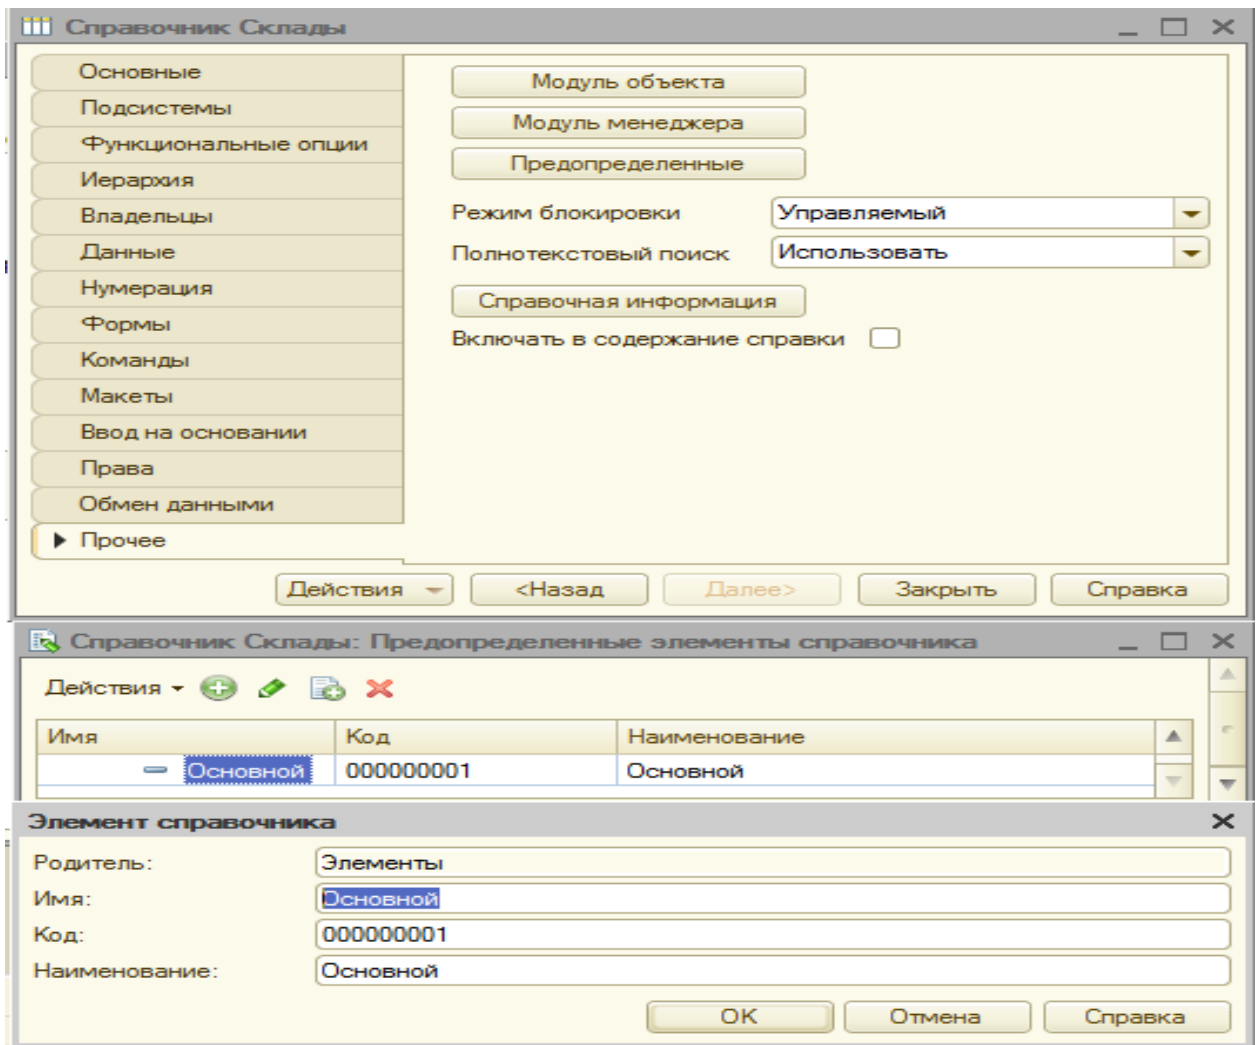

Рис. 31
- перейдите на закладку (рис. 31) *Прочее* и щелкните на Кнопке